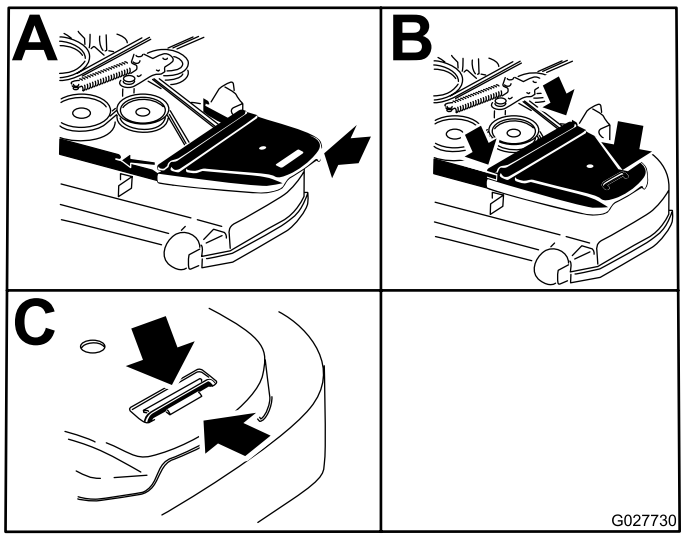

Bild 62
12. Bringen Sie die Riemenabdeckungen wieder an (Bild 62).